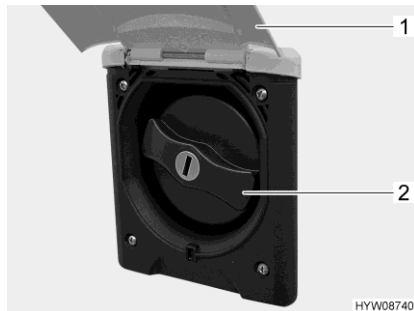

Bild 204 Lock (påfyllningsöppningen för dricksvatten)
- Fäll upp den utvändiga luckan (Bild 204,1).
- Vrid om det blå locket (Bild 204,2) en kvarts varv.